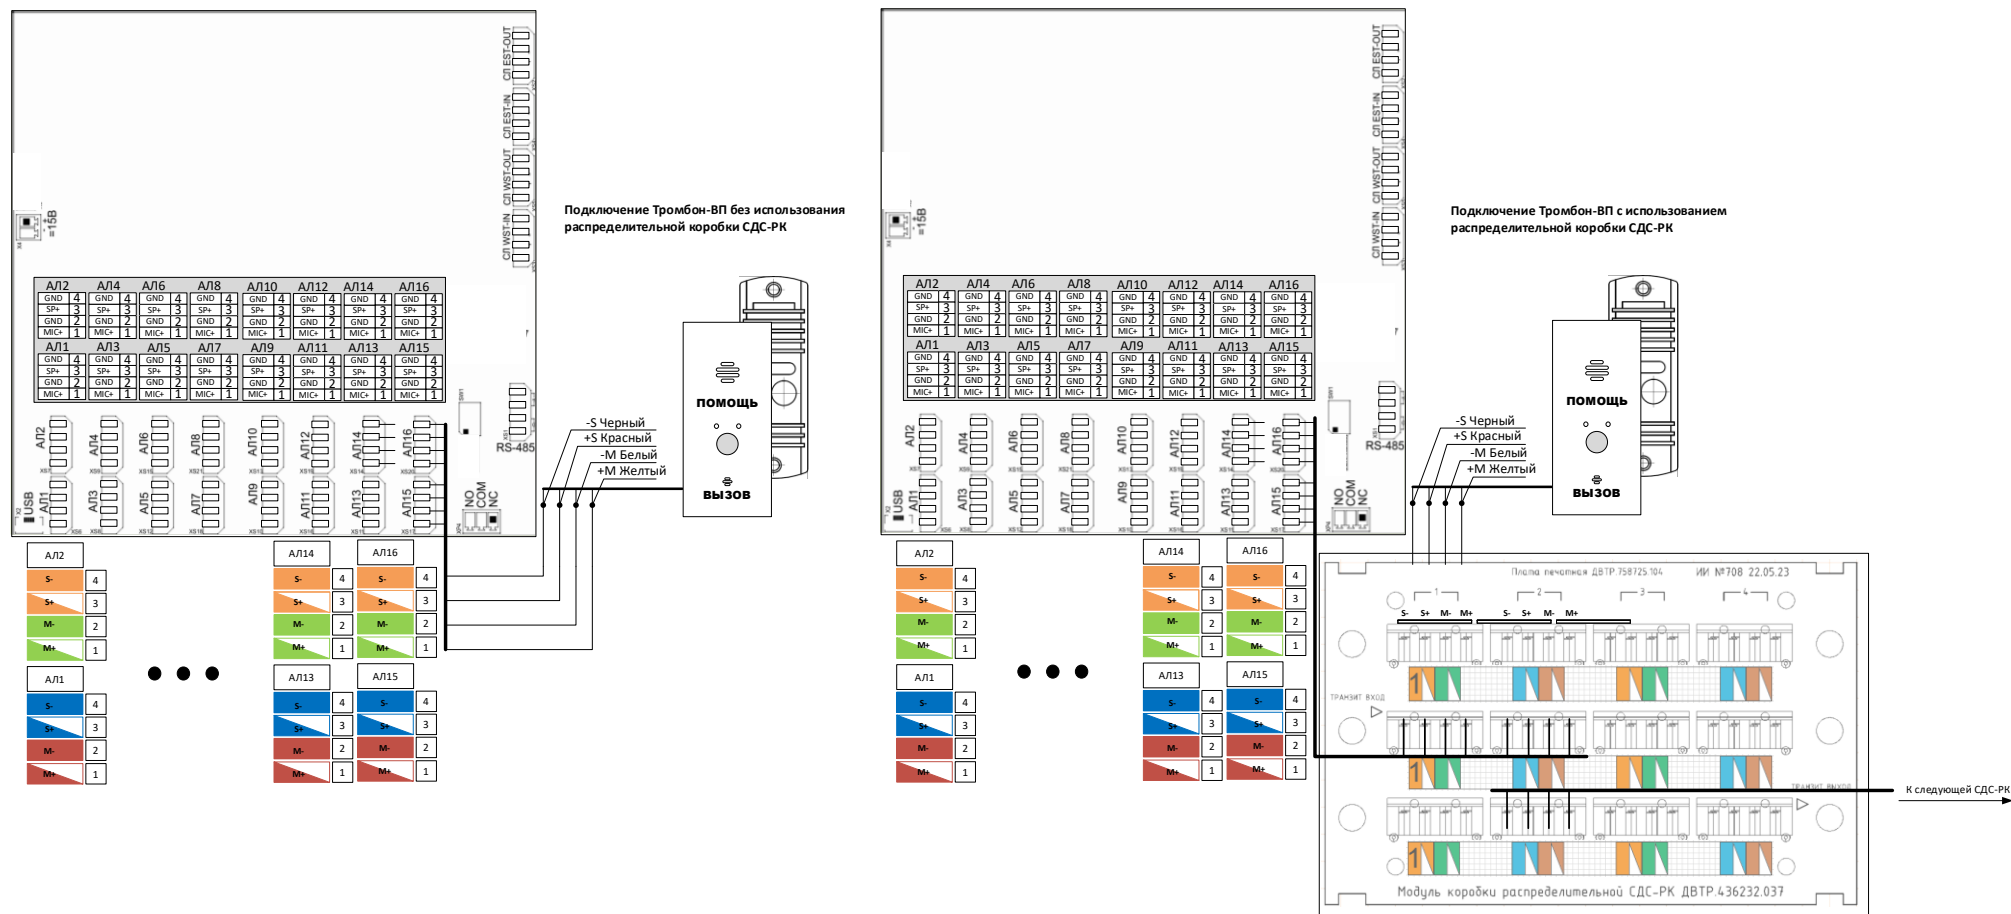

Рис. 5
5. Подключение АЛ выполнить, как показано на рис. 5.